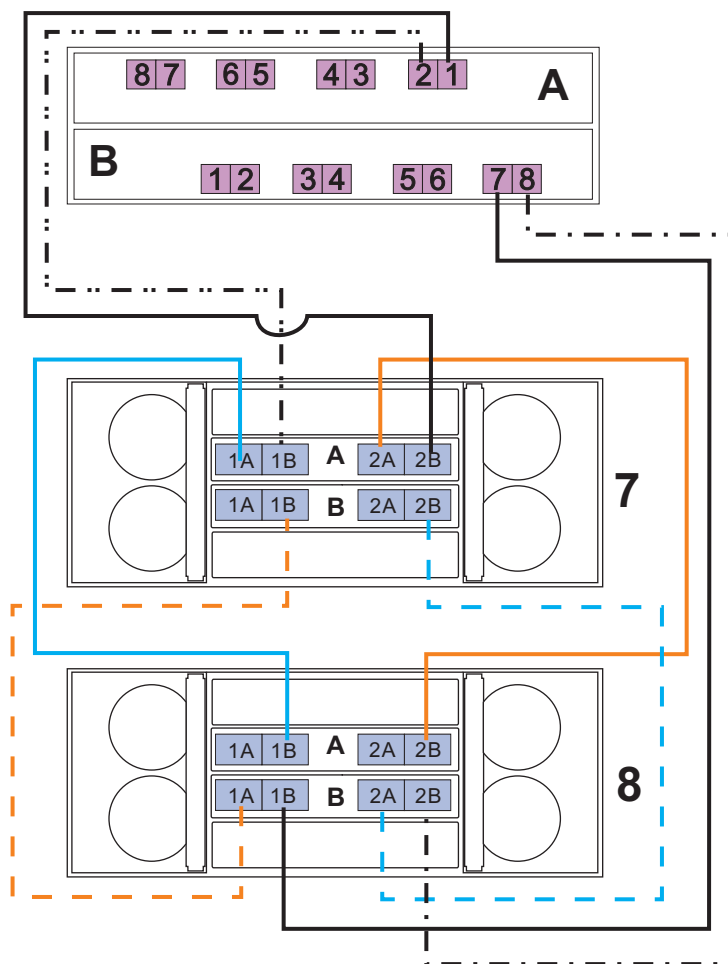

Figura 80. Cabeamento para Oito EXP5060s, Gabinetes de Expansão de Armazenamento 7 e 8 com Entroncamento do Lado da Unidade
- Consulte Figura 80 na página 130 e Tabela 46 na página 131 para gabinetes de expansão de armazenamento 7 e 8